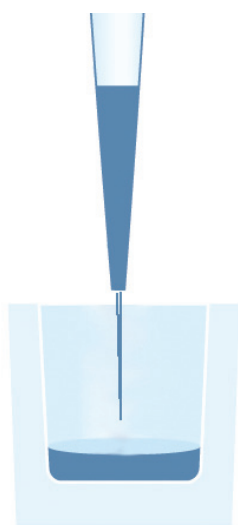

Figura B2.
1. Premere brevemente il grilletto per dispensare il liquido (Figura B2).